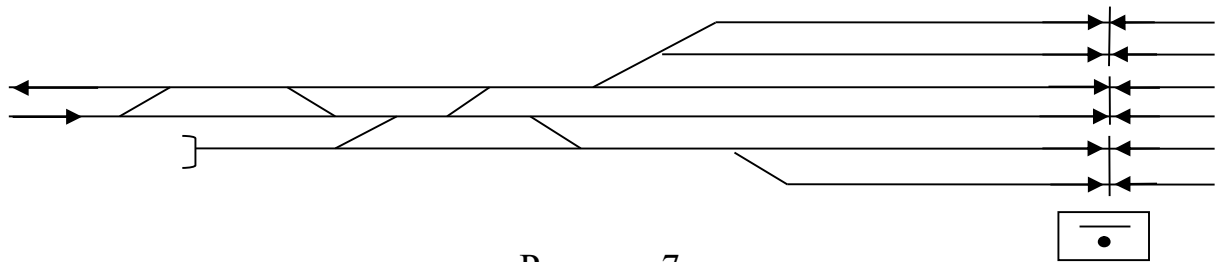

Рисунок 7
7. На схематическом плане нечетной горловины станции (рис. 7) пронумеруйте пути и стрелки, произведите расстановку изолирующих стыков, входных, выходных и маневровых светофоров. Составьте таблицу основных поездных маршрутов.